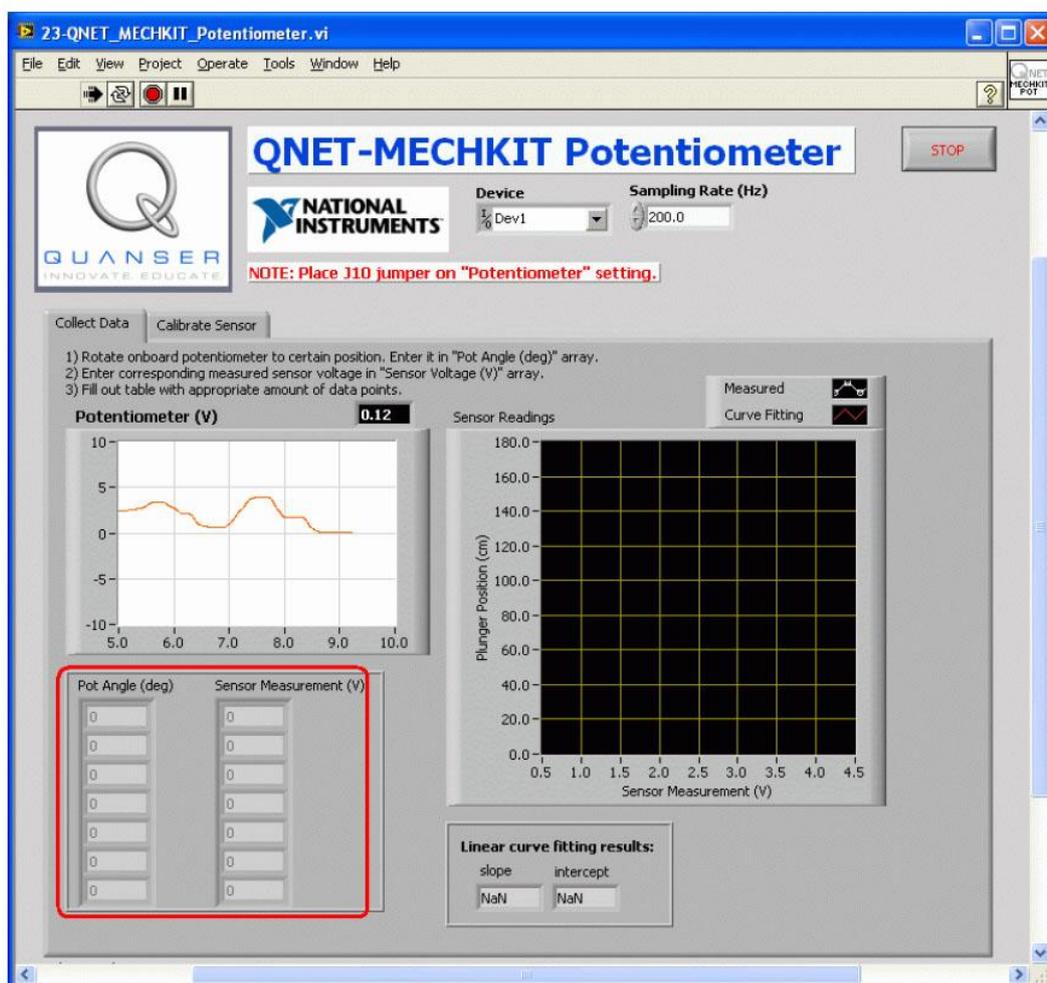

Рис. 37. Сбор данных, получаемых с помощью потенциометра
2. Введите значение угла в массив *Pot Angle Deg (deg)* (рисунок 37).
3. Введите результат измерения напряжения на выходе датчика в массив *Sensor Measurement (V)* (рисунок 37).